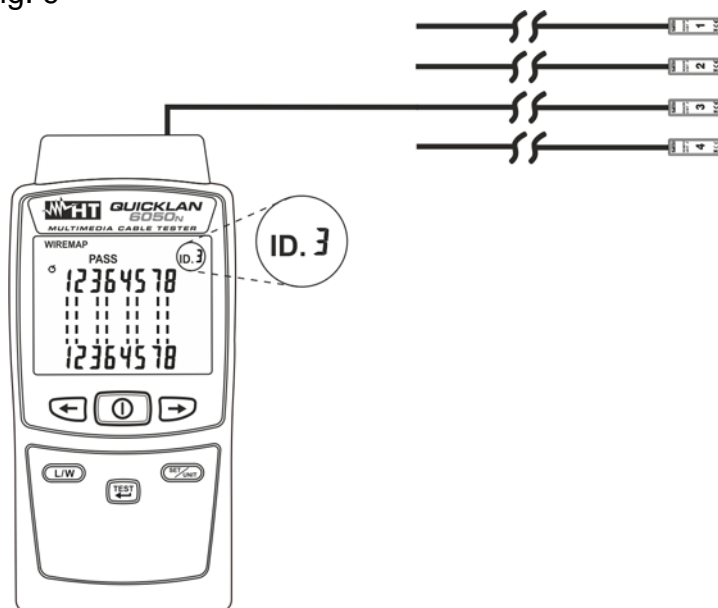

Fig. 9: Collegamento dello strumento a più unità remote
4. Connettere l'estremo di uno dei cavi in prova (ex: #3) ai connettori RJ45 di ingresso dello strumento e all'unità remota corrispondente (ex: #3) usando i cavetti patch come mostrato nella Fig. 9